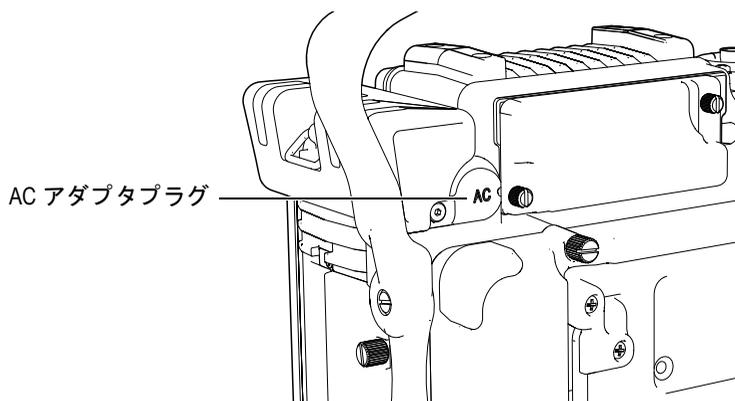

図 2-3 AC アダプタプラグ
AC 電源は、専用のチャージャー/アダプタ (PN: EP-MCA) により EPOCH 1000 シリーズ探傷器に電源を供給します。EP-MCA チャージャー/アダプタは、一般的な AC 電源入力を備えており、100–120 VAC あるいは 200–240 VAC の電圧および 50 Hz ~ 60 Hz の周波数で動作します。チャージャー/アダプタ出力を EPOCH 1000 シリーズ探傷器の AC アダプタプラグにつなぎます (42 ページ図 2-3 参照)。
3. チャージャー/アダプタの DC 出力電源ケーブルを、AC アダプタ入力ジャックにつなぎます (42 ページ図 2-3 参照)。